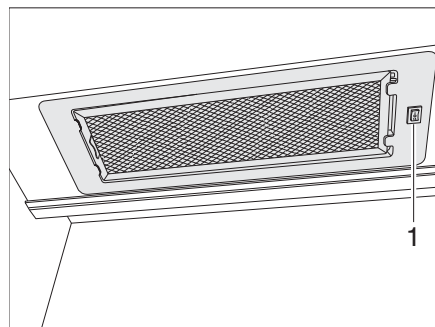

Bild 137 Spisfläkt
- Koppla till och från spisfläkten med brytaren (Bild 137,1).